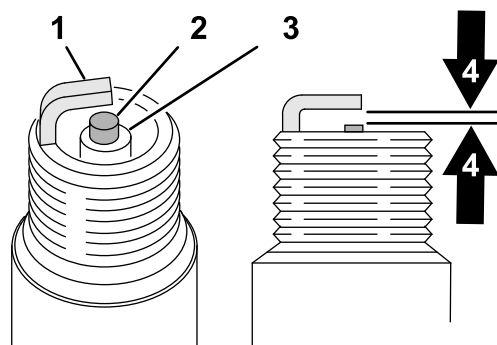

Figura 39
4. Lăsați o distanță de 0,76 mm între electrodul central i electrodul lateral (Figura 39).